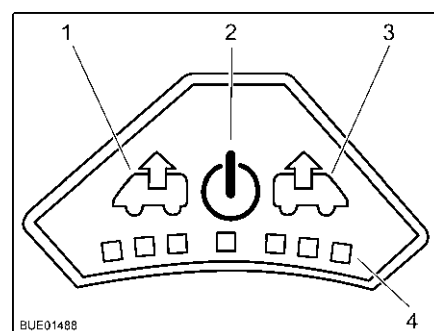

Fig. 101 Quadro comandi del ventilatore
- Accensione:* ■ Premere il tasto On/Off (Fig. 101,2). Il ventilatore funziona in modalità comfort (sfiato al numero di giri minimi del ventilatore).
- Sfiato:* ■ Per aumentare il numero di giri del ventilatore: Premere il tasto Sfiato (Fig. 101,1). Il numero di giri del ventilatore aumenta di uno stadio in direzione sfiato. I LED (Fig. 101,4) indicano gli stadi di commutazione.
■ Per ridurre il numero di giri del ventilatore: Premere il tasto Aerazione (Fig. 101,3). Il numero di giri del ventilatore si riduce di uno stadio.
- Aerazione:* ■ Per aumentare il numero di giri del ventilatore: Premere il tasto Aerazione (Fig. 101,3). Il numero di giri del ventilatore aumenta di uno stadio in direzione aerazione. I LED (Fig. 101,4) indicano gli stadi di commutazione.
■ Per ridurre il numero di giri del ventilatore: Premere il tasto Sfiato (Fig. 101,1). Il numero di giri del ventilatore si riduce di uno stadio.
- Spegnimento:* ■ Premere il tasto On/Off (Fig. 101,2). Il ventilatore si ferma, i LED si spengono.